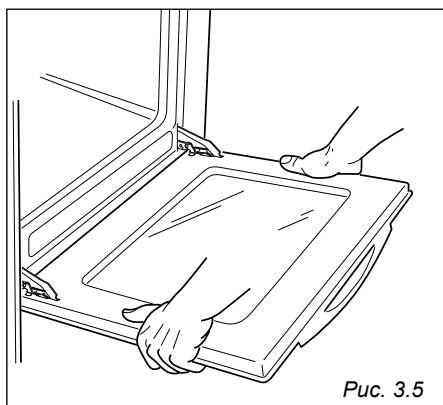
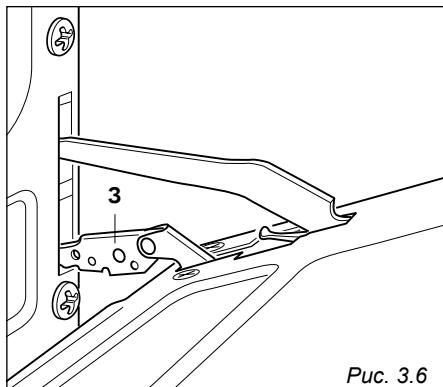

Рис. 3.5
Рис. 3.6
- Возьмитесь за дверцу, как показано на Рис. 3.5, и перемещая ее в направлении закрывания, ослабьте два шарнирных соединения, как показано на Рис. 3.6.
- Возьмитесь за дверцу как можно ближе к шарнирным соединениям и поднимите рычаги «З» большими пальцами (Рис. 3.6).